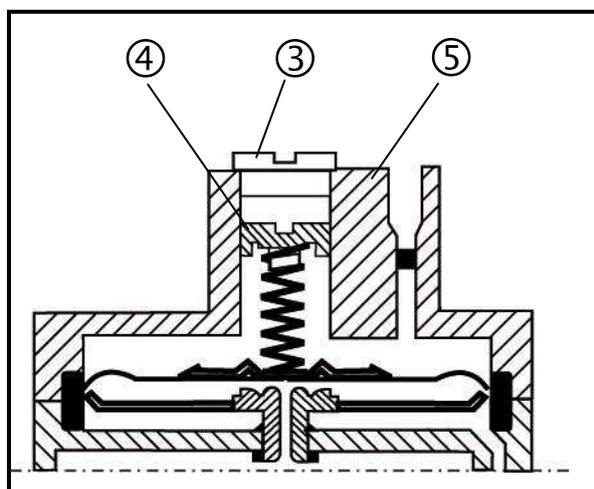

Fig. 17: Coupe du régulateur de pression
- ⇒ Enlevez la vis de protection (3) et vissez la vis de réglage (4) jusqu'à ce qu'elle entre en contact avec le ressort de la membrane (5) (Fig. 17).
- ⇒ Enlevez la vis de protection (3) et vissez la vis de réglage (4) en sens inverse. La pression aux injecteurs doit diminuer immédiatement (Fig. 17).